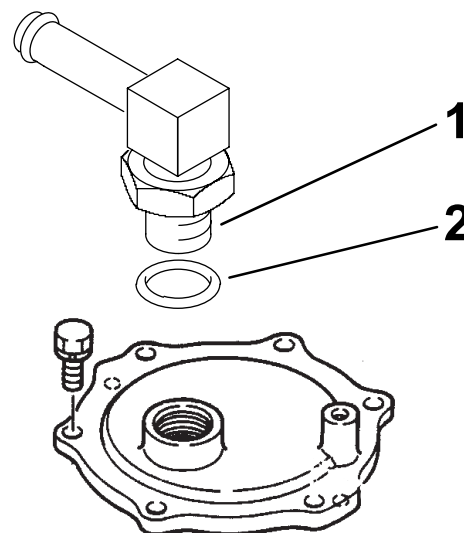

Bild 17
3. Legen Sie den kleinen O-Ring in das Anschlussstück ein, wie in Bild 17 dargestellt.